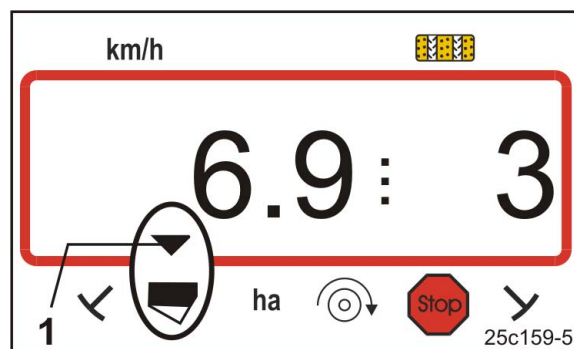

Рис. 52
- контрольный символ (Рис. 52/1) отмечает значок уровня наполнения в AMALOG⁺;